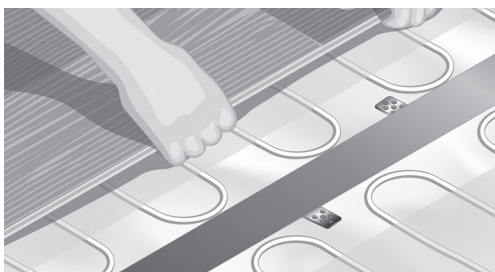

Abb. 10. Verlegung des Bodens
11. Verlegen des Bodens (Abb. 10).
Beim Verlegen des Bodens ist jede Ausrichtung entsprechend der Heizmatte möglich, das beste Ergebnis wird jedoch erreicht, wenn die Ausrichtung wie in Abb. 10 dargestellt erfolgt. Der Boden muss schwimmend auf der Heizmatte verlegt werden.